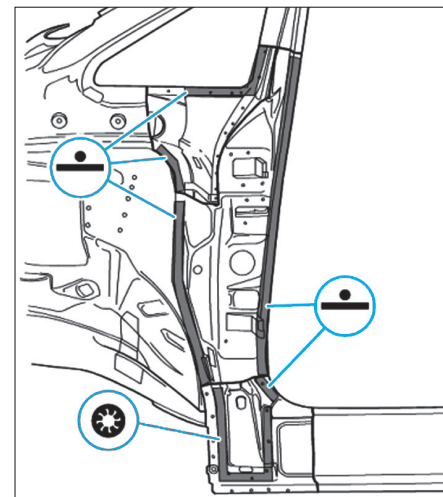

FIG. 23
• Souder la pièce neuve à la pointeuse électrique (Fig.23).